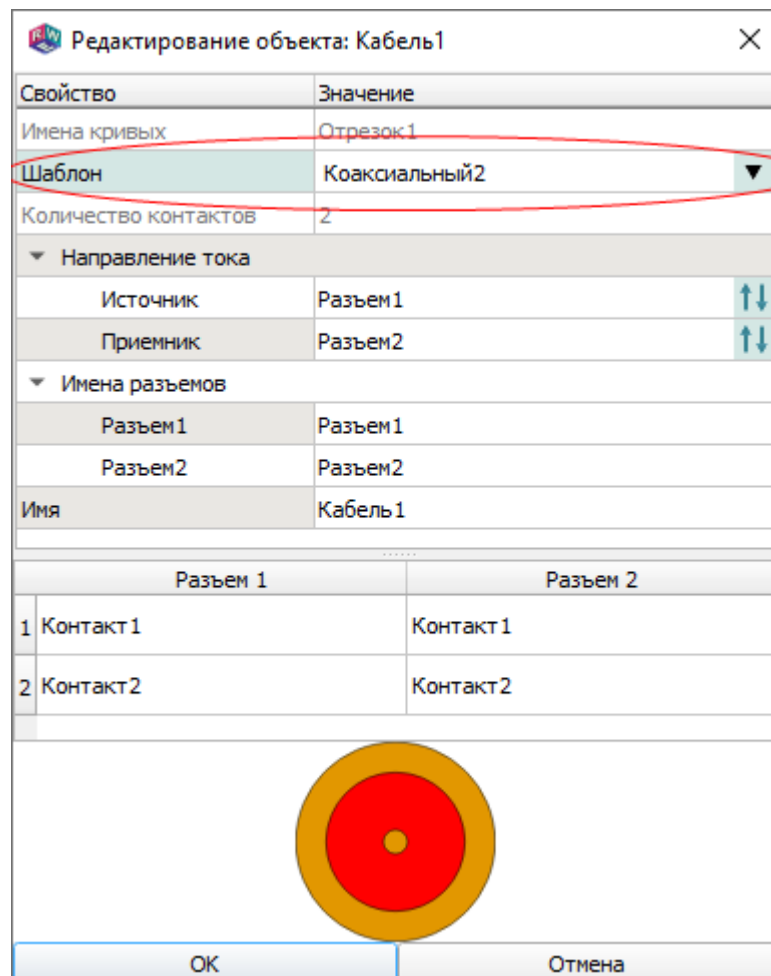

Рис. 62
1) выделить его двойным щелчком в дереве или окне визуализации или выполнить команду контекстного меню «Свойства». Появится диалоговое окно «Редактирование объекта: кабель» (рис. 62);
3) указать направление тока (см. рис. 62). Для изменения направления тока использовать кнопку  в строке параметра *Источник* или *Приемник*;